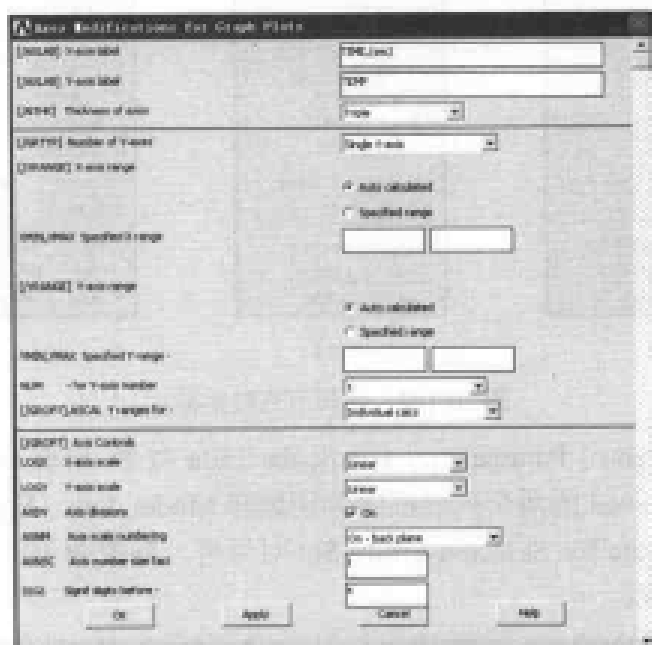

图 10-103 坐标轴选项设置对话框
(6) 选择 Utility Menu | Select | Everything 命令。
(7) 选择 Utility Menu | PlotCtrls | Style | Graphs | Modify Axes 命令, 出现 Axes Modifications for Graph Plots 对话框, 在 [/AXLAB] X-axis label 文本框中输入 TIME,(sec), 在 [/AXLAB] Y-axis label 文本框中输入 TEMP, 在 [/GTHK] Thickness of axes 下拉列表框中选择 Triple 选项, 如图 10-103 所示, 单击 OK 按钮关闭该对话框。